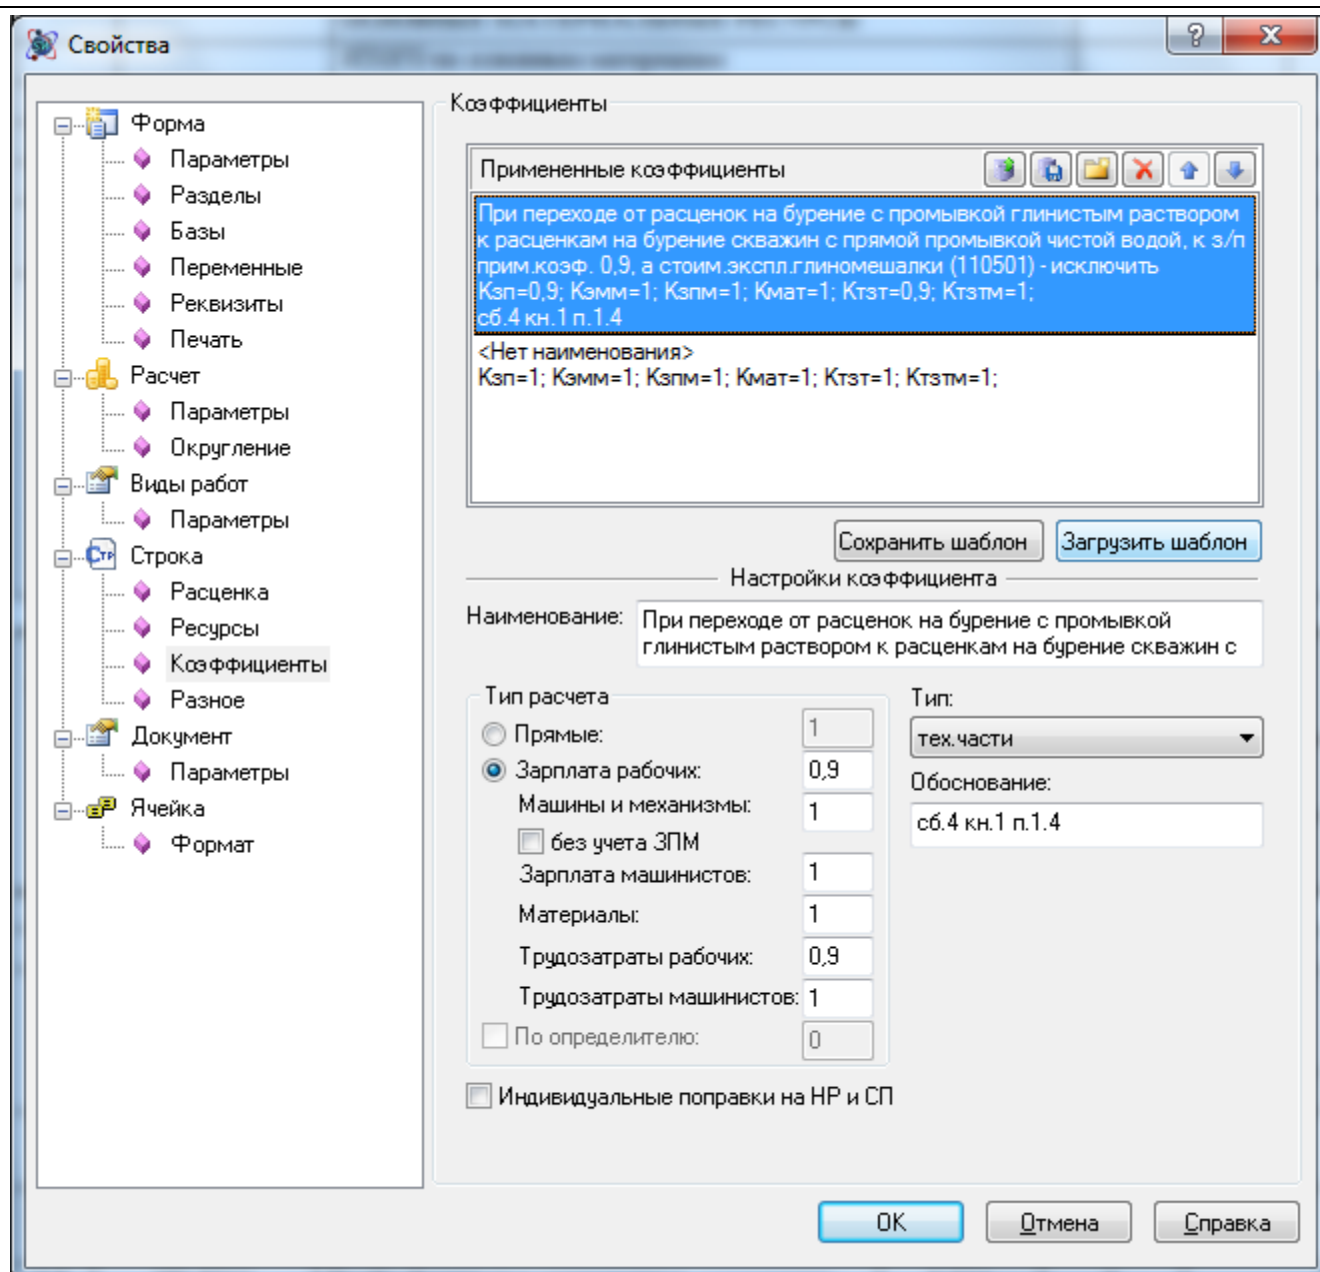

Рис. 4.26 Диалоговое окно Свойства, раздел Строка/Коэффициенты
Раздел **Строка/Коэффициенты** (рис. 4.26) диалогового окна **Свойства** служит для отображения и применения коэффициентов к строке расценки.
2. Перейти в раздел Строка/Коэффициенты (см. рис. 4.26) диалогового окна *Свойства* и применить коэффициент или ввести значение коэффициента на вкладке **Строка**.